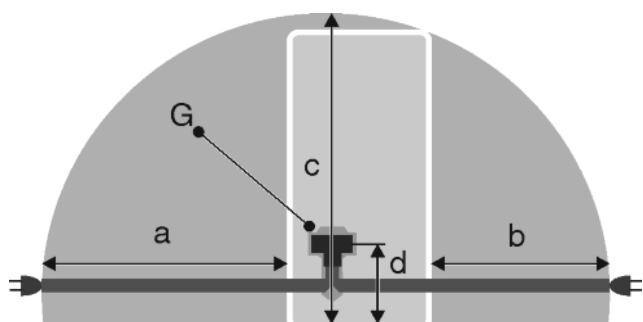

Fig. 26
- Розетка находится вне зоны задней стенки в данной зоне. Fig. 26 (a, b, c)
- ▶ Штекер устройства Fig. 26 (G) подсоединить с задней стороны устройства. Следить за правильной фиксацией.